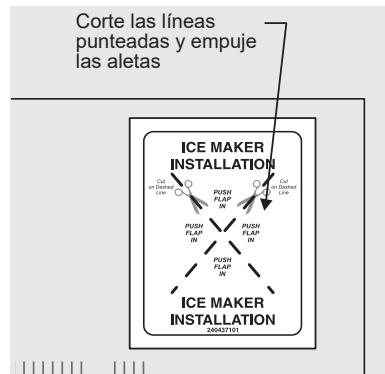

figura 3
- Use un cuchillo de cocina pequeño para cortar las líneas punteadas en la etiqueta de instalación de la máquina de hielo que se encuentran en el panel trasero exterior del refrigerador en la esquina superior derecha. Vea la figura 3. Jale las aletas hacia adentro hasta que se peguen a la unidad.